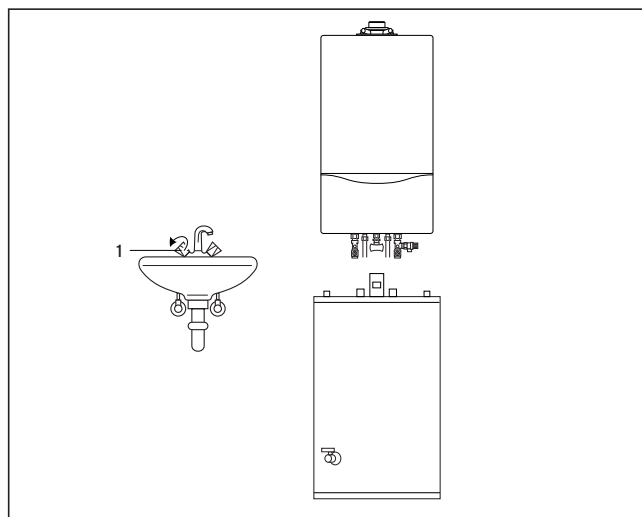

Fig. 3.9: Distribuição da água quente (aparelhos VM)
3.3.5 Distribuição da água quente (aparelhos VM, fig. 3.9)